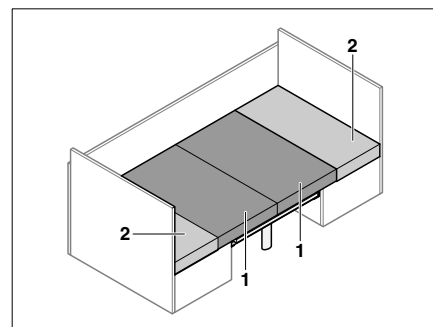

Bild 65 Nach dem Umbau
- Die Sitzpolster (Bild 65,1) zur Mitte ziehen.
- Die Rückenpolster (Bild 65,2) zwischen die Sitzpolster und die Wand legen.